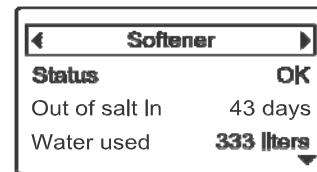

РИС. 99
1. Нажать кнопки ВЛЕВО (◀) или ВПРАВО (▶) на пульте дистанционного управления для ручного перехода к экрану статуса устройства, которое вы хотите проверить. Название устройства отобразится в заголовке. (см. Рисунок 99)